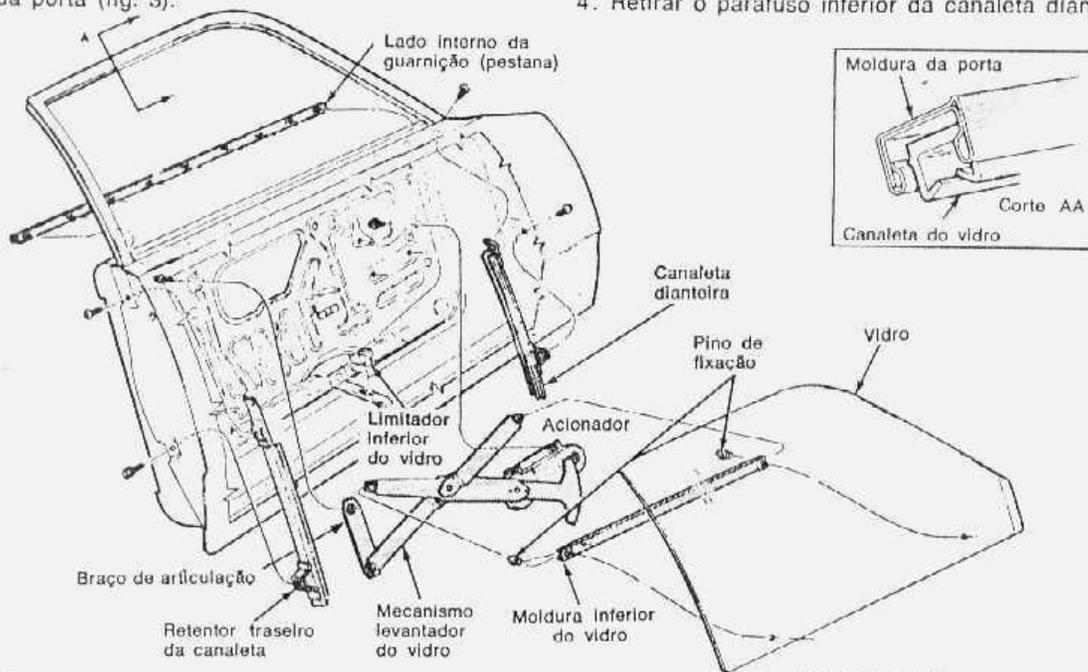

fig. 3 — mecanismo da janela da porta dianteira
2. Baixar o vidro até os pinos de fixação ficarem visíveis pelos furos de acesso ao painel interior da porta (fig. 3).
Instalar o pino de fixação introduzindo-o no furo da bucha até ficar rente à flange da bucha (figs. 3 e 4).
2. Segurar o vidro e retirar os parafusos que prendem o braço de articulação do mecanismo ao painel interno da porta (fig. 3).